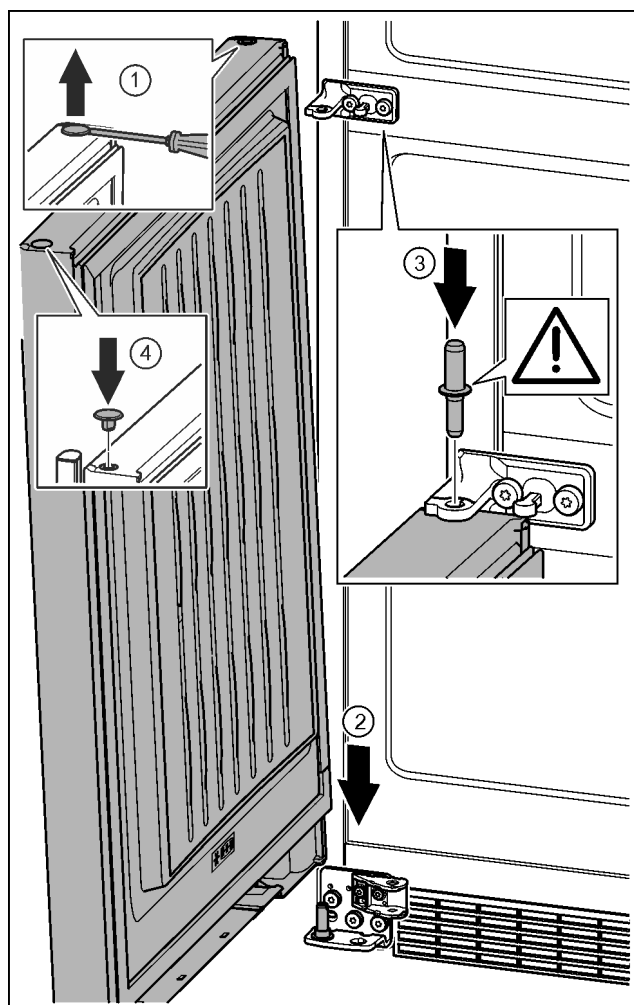

Fig. 35
- ▶ Zatyckę ostrożnie podważyć przy pomocy śrubokręta i wyjąć. Fig. 35 (1)
- ▶ Założyć drzwi od góry na dolny sworzeń zawiasu. Fig. 35 (2)
- ▶ Przełożyć środkowy sworzeń zawiasu przez środkową płytkę zawiasu, wkładając go w dolne drzwi. Przy tym zwrócić uwagę, by krzywka zatraskowa wskazywała do tyłu. Fig. 35 (3)
- ▶ Zatyckę założyć ponownie z drugiej strony drzwi. Fig. 35 (4)